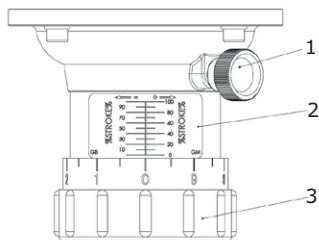

Рис. 15 Ручка регулировки длины хода
Для увеличения расхода дозируемой среды, ослабьте фиксатор (1) см. рис. 15 и поверните ручку регулировки длины хода (3) см. рис. 15 медленно по часовой стрелке, пока не будет достигнут желаемый расход дозирования.